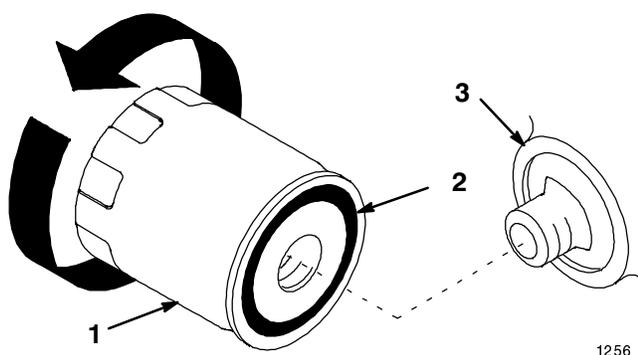

Figure 47
- Déposer le filtre à huile usagé de la boîte-pont et essuyer la surface de joint de l'adaptateur du filtre (Fig. 47).
- Enduire d'une mince couche d'huile fraîche le joint de caoutchouc du filtre neuf (Fig. 47).
- Monter le nouveau filtre à huile de transmission sur l'adaptateur, en vissant le filtre dans le sens des aiguilles d'une montre jusqu'à ce que le joint de caoutchouc touche l'adaptateur, puis en le vissant encore de 3/4 de tour supplémentaire (Fig. 47).